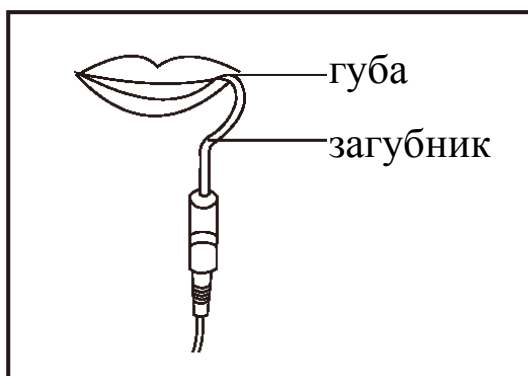

Рисунок 15
6.2.4 Повесить загубник важно так, чтобы он контактировал со слизистой оболочкой полости рта как контрольный электрод. [Рисунок 15].